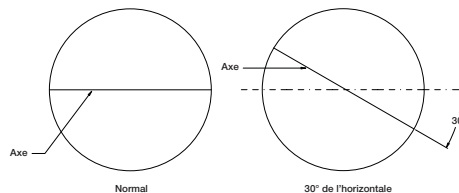

Figure 5 — Orientation du clapet
**REMARQUE :** Pour fonctionner correctement, l'axe de clapet du registre doit être à moins de 30° de l'horizontale. Voir la Figure 5.